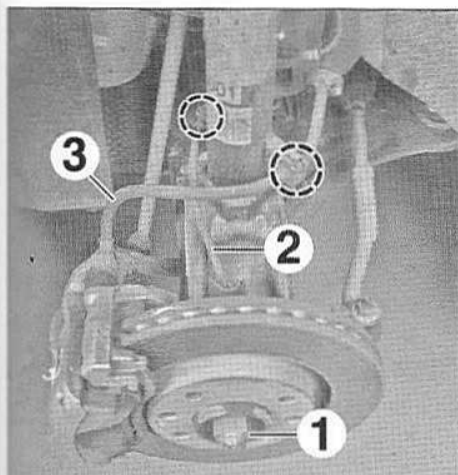

FIG.19
- Déposer (Fig. 19) :
- l'écrou de transmission (1),
- Dégrafer le faisceau du capteur de roue (2) et le flexible de frein (3) de l'amortisseur.